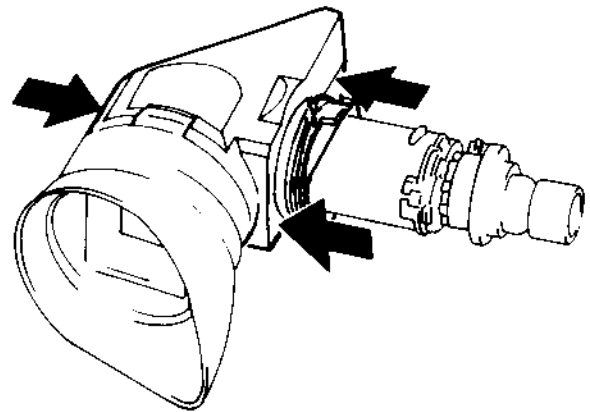

Abb. 2.126 Ausbau der Kathodenstrahlröhre
Ausbau der Kathodenstrahlröhre (Abb. 2.126, 2.127)
3. Gegen die obere Abdeckung der Kathodenstrahlröhre drücken, um die Verriegelungslaschen freizugeben, und die obere Abdeckung der Kathodenstrahlröhre abnehmen (siehe Abb. 2.126).